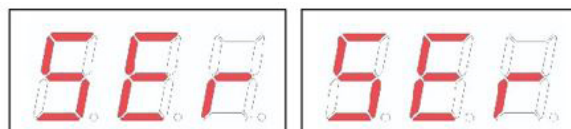

Fig39
Se Fig39.
3. For at forlade SERVICE-tilstand skal du først afslutte alle testmenuer og -programmer, og derefter vende tilbage til meddelelsesvisningen vist i Fig39.